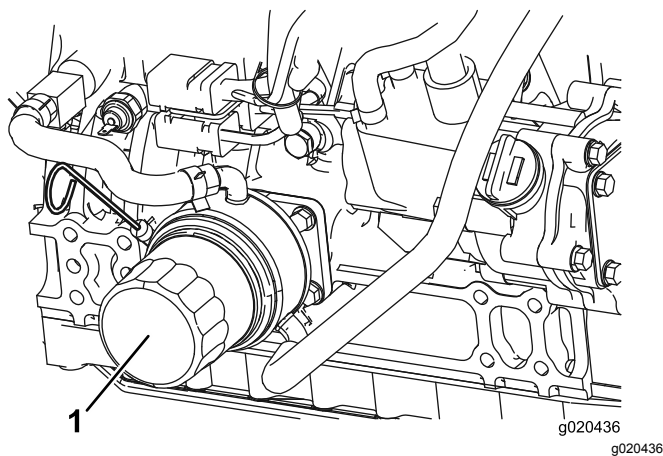

Figure 76
2. Déposez le filtre à huile (Figure 76). Appliquez une fine couche d'huile propre sur le joint du filtre de rechange avant de le visser en place. **Ne serrez pas excessivement.**